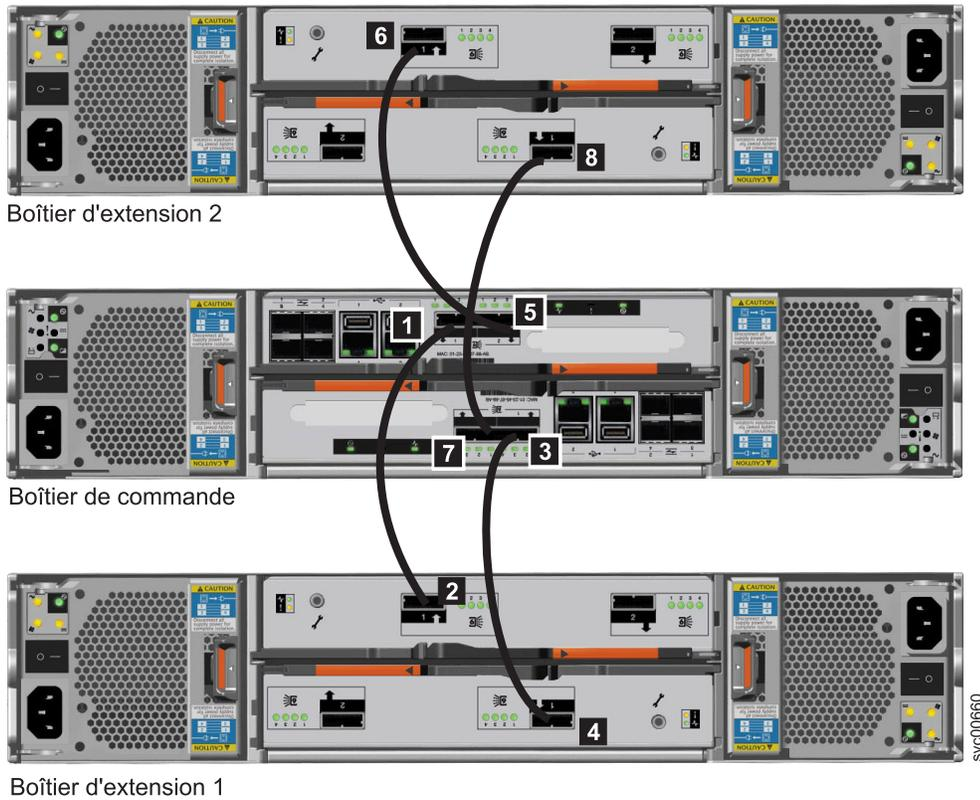

Figure 13. Ajout d'un second boîtier d'extension
3. Connectez les câbles SAS du boîtier de commande sur le second boîtier d'extension comme illustré dans la figure 13. Le second boîtier d'extension se trouve au-dessus du boîtier de commande.